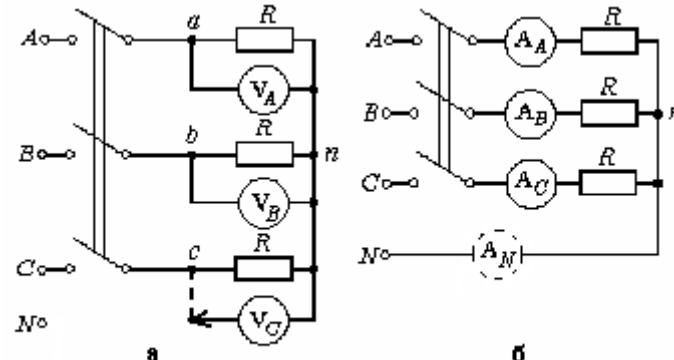
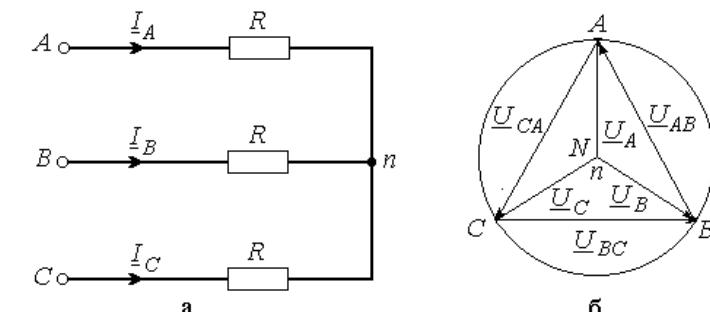

Рис. 9.1
Рис. 9.2
В работе проводится исследование трехфазных цепей, схемы которой показаны на рис. 9.1,а (без нулевого провода) и рис. 9.2,б (с нулевым проводом). Питание этих цепей осуществляется от трехфазного генератора, соединенного звездой, с симметричной системой фазных ЭДС прямой последовательности и выведенной нейтралью. Действующее значение фазного напряжения 7 В, частота 50 Гц. В симметричном режиме работы цепей рис. 9.1 в каждую фазу включаются одинаковые сопротивления  $R = 1$  кОм. Изменение нагрузки одной из фаз, которая названа «особой», достигается включением вместо этого резистора другого миниблока. Это либо сопротивления  $R_2 < R$  (увеличение нагрузки) или  $R_1 > R$  (уменьшение нагрузки), либо индуктивность  $L$  или емкость  $C$ . В качестве индуктивной нагрузки  $L$  особой фазы используются последовательно соединенные согласно включенными одинаковые катушки по 900 витков каждая, помещенные на сердечник с воздушным зазором. Параметры особой фазы  $R_1$ ,  $R_2$  и  $C$  приведены в табл. 9.1 (вариант указывает преподаватель). Кроме того, выполняются режимы отключения нагрузки (обрыв особой фазы) и короткого замыкания особой фазы (только в цепи без нулевого провода). В схеме без нулевого провода измеряются фазные напряжения, а фазные токи вычисляются по закону Ома. Предел измерения вольтметров 20 В. Напряжение смещения нейтрали  $U_{nN}$  в каждом режиме без нулевого провода измеряется переключением провода одного из вольтметров
2. В схеме без нулевого провода (рис. 9.2, а) уменьшение (увеличение) активной нагрузки фазы  $A$  приводит к смещению нулевой точки нагрузки на диаграмме напряжений. В какую по сравнению с симметричной звездой сторону?
2. Собрать схему, показанную на рис. 9.1,а, и снять показания приборов в симметричном режиме. Подсчитать отношение  $U_L/U_\Phi$ .
8. Собрать цепь по схеме рис. 9.1,б и снять показания приборов в симметричном режиме работы. Убедиться, что фазные токи равны, а ток в нулевом проводе отсутствует.